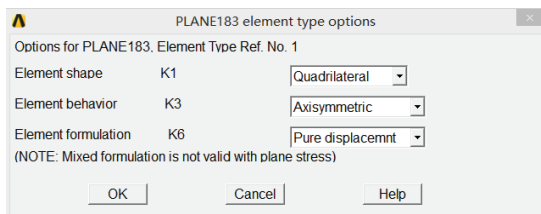

图 3-41 PLANE183 单元属性设置对话框
2) 单击 Element Types 对话框上的 Options 按钮, 出现 PLANE183 element type options 对话框, 在 Element behavior K3 下拉选框中选择 Axisymmetric, 其余选项采用默认设置, 如图 3-41 所示, 单击 OK 按钮关闭该对话框。